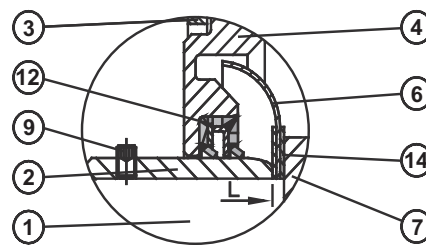
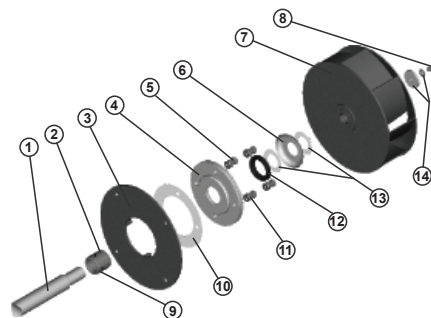

Fig. 18
Fig. 19
Det finns två huvudtyper tätningar: spalttätning och dubbel läpptätning. I det följande beskrivs bara dubbel läpptätning. Tätningen består av flera komponenter. Se fig. 18 och fig. 19. Mellan de enskilda komponenterna ska det finnas packningar. Mellan axeln och fläkthuset ska det tätas med en dubbelläpp-packbox och en slungskiva. Packboxen är fastspänd mellan motoraxelns ursvarvning och fläkthjulet.
Demontera fläkthjulet pos. 7 enligt beskrivningen i "5.2 Demontering av fläkthjul från inloppssidan" eller "5.4 Demontering av motor med fläkthjul från motorsidan". Drag av slungskivan pos. 6 samt packningarna pos. 13 från axeln pos. 1. Se fig. 18. Lossa de fyra spetsiga skruvarna pos. 9 i packbussningen pos. 2 och drag av packbussningen pos. 2 från
Vid monteringen ska alla packningar bytas. Se fig. 18 och 19. Smörj packbussningen pos. 2 invändigt med en tunn olja och skjut in den på axeln pos. 1. Fyll hålrummet i packbussningen pos. 12 till 2/3 med SKF LGEP 2 eller motsvarande fett. Pressa in dubbelläpp-packboxen 12 i tätningslocket pos. 4.